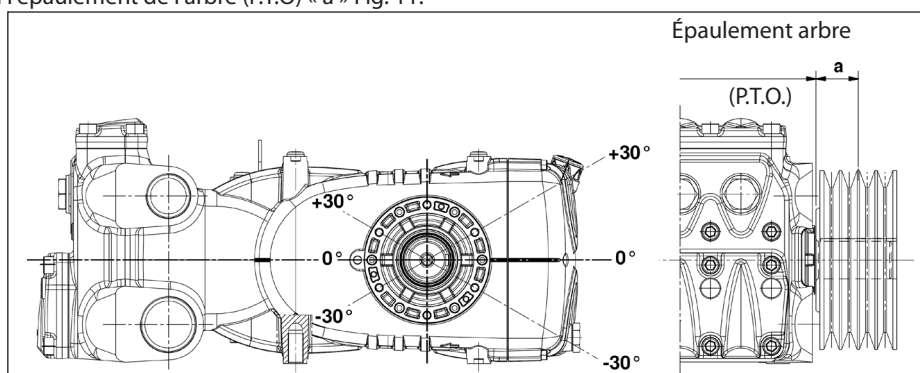

Fig. 11
La transmission est considérée appropriée si une telle charge est appliquée à une distance maximum de $a = 40$ mm de l'épaulement de l'arbre (P.T.O) comme l'indique la Fig. 11.
- b) Utiliser des courroies à haut rendement - par exemple **XPB** au lieu de **SPB** - car il sera nécessaire d'avoir une quantité inférieure de courroies égales à la puissance transmise et par conséquent une distance inférieure de la résultante par rapport à l'épaule de l'arbre (P.T.O.) « a » Fig. 11.
- e) Contrôler la direction de la tension de la courroie comme l'indique la Fig. 11 : pour d'autres nécessités, contacter le **Bureau Technique** ou le **Service d'Assistance Clients**.